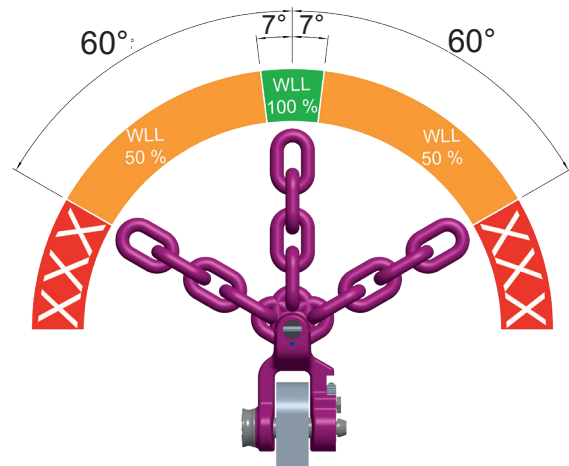

Abb. 11: Zulässiger Winkelbereiche in Querachse
- Eine seitliche Belastung in Querachse ist möglich, allerdings muss die Tragfähigkeit (WLL) um 50 % reduziert werden (Abb. 11).
Eine seitliche Belastung in Querachse ist möglich, allerdings muss die Tragfähigkeit (WLL) um 50 % reduziert werden (Abb. 11).
- Je nach Einsatz/Winkelbereich gelten für die CCS-FASTLOX folgende Tragfähigkeiten (vgl. Abb. 11 und Tabelle 4 - Tragfähigkeit reduziert):